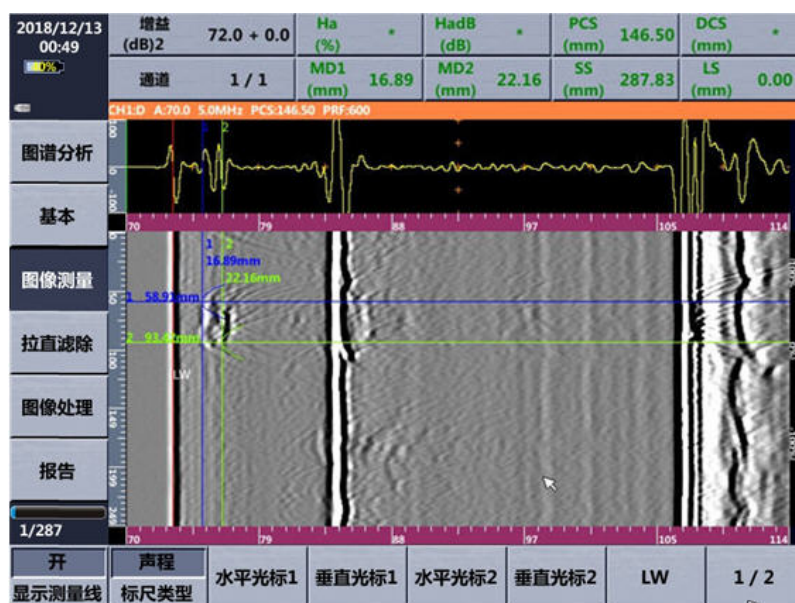

图 3-13 TOFD 图像设置测量光标
- 4) 选择“水平光标 2”并旋转旋钮设置其位置；选择“垂直光标 2”并旋转旋钮设置其位置。完成测量终点的设置。如图 3-13 所示。